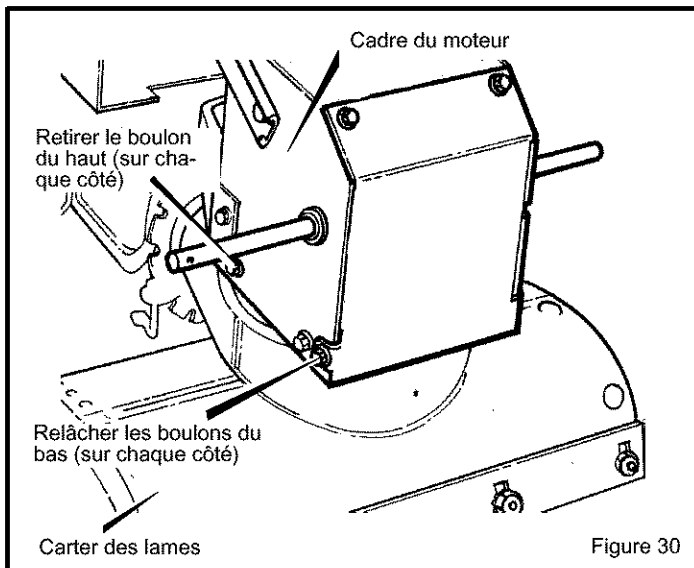

Figure 30
4. Retirer les deux boulons du haut maintenant le carter des lames au cadre du moteur. Relâcher les deux boulons du bas. Voir Figure 30.
14. Remettre les deux boulons du haut. Resserrer les deux boulons du bas. Voir Figure 30.
17. Remettre les deux boulons du haut. Resserrer les deux boulons du bas. Voir Figure 30.